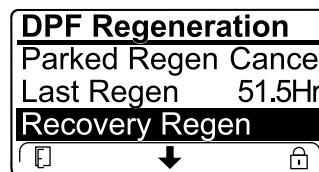

Figure 55
- Si le calculateur moteur n'a pas demandé de régénération d'urgence et que vous naviguez jusqu'à l'option RECOVERY REGEN, la régénération d'urgence se bloque et l'icône de blocage (Figure 55) apparaît en bas à droite de l'InfoCenter.